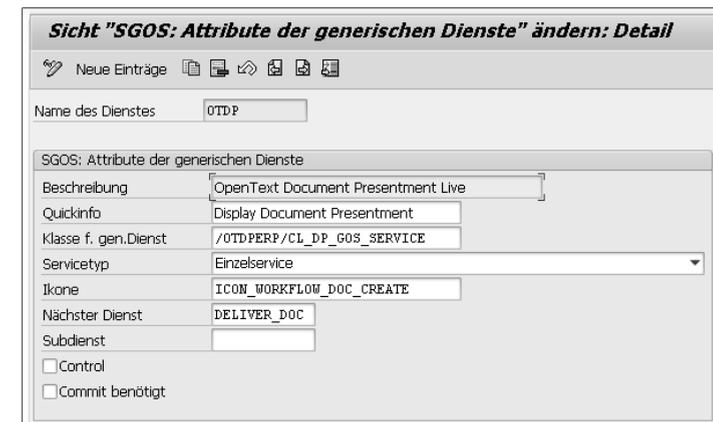

Abbildung 10.31 Absprung im GOS-Menü einrichten
3. Tragen Sie die Klasse »/OTDPERP/CL\_DP\_GOS\_SERVICE« für die Integration von SAP Document Presentment in die generischen Objektdienste in das Feld **Klasse f. gen.Dienst** ein (siehe Abbildung 10.31).